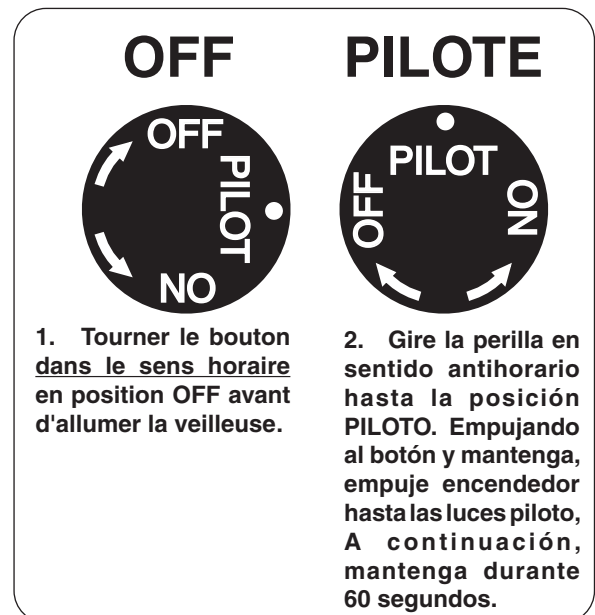

Fig. 26-1 Détail bouton de commande (OFF, PILOTE)
1. Localiser la vanne sur le côté de l'appareil. Appuyer sur le bouton légèrement de contrôle du gaz et tourner dans le sens horaire à **OFF** (Fig. 26-1).
2. Tournez le bouton de réglage dans le sens antihoraire pour **PILOTE** (Fig. 26-1). Appuyez sur le bouton de commande **fermement et pleinement** enfoncée. Empuje el botón del encendedor piezoeléctrico Varias veces hasta las luces piloto. Continuez à tenir le bouton de commande pendant environ 60 secondes après que le pilote est allumé, puis relâchez le bouton. Le pilote reste allumé.